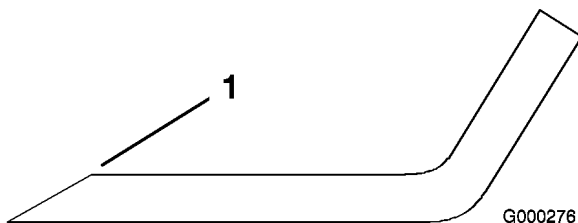

Figure 65
1. Au moyen d'une lime, aiguisz les tranchants aux deux extrémités de la lame (Figure 65) en veillant à conserver l'angle de coupe d'origine. Limez la même quantité de métal sur chacun des deux tranchants pour ne pas déséquilibrer la lame.